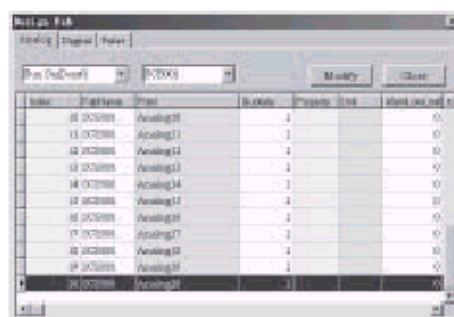

Fig. 4-15 Definición de O1,O2,O3,O4,O5
Paso 7. Defina los Puertos O1~O5 como Ventilación, Iluminación, Traba de puerta, Olla de cocción, respectivamente. Todos estos puertos son de telecomunicaciones, como se ve en la Fig. 4-15.